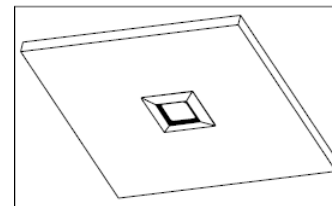

Figura 7
7. Vuelva a encender la energía eléctrica. Si el módulo no se ilumina en los siguientes 5 segundos, desconecte la energía eléctrica, retire cuidadosamente el módulo y revise todo el cableado, y vuelva a colocarlo. (Figura 7)